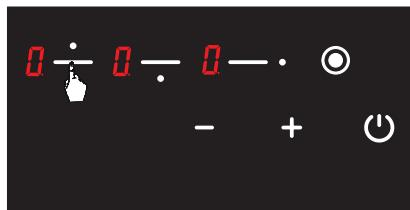

Рис. 15
2. Знову натисніть кнопку вибору верхньої лівої конфорки (■) (Див. рис. 15).